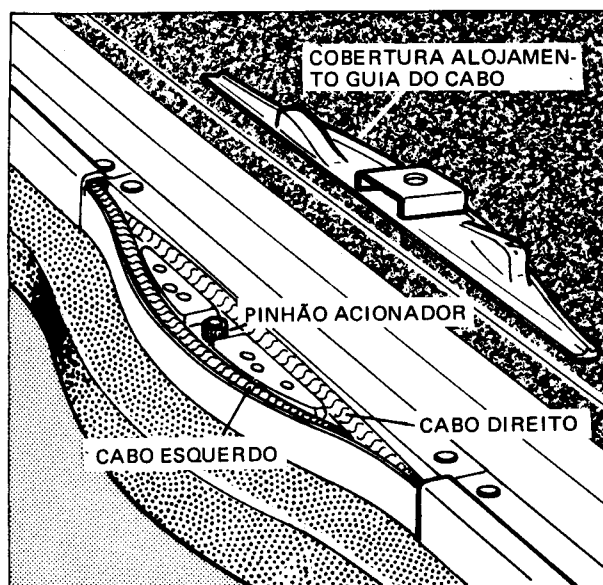

Fig. 3
- 3 – Para mover o lado direito do painel para a frente, levantar o cabo adiante do pinhão e puxá-lo um ou dois dentes para a esquerda. (Fig. 3).